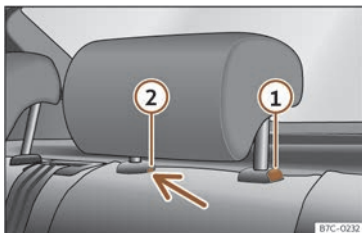

Fig. 73 Reposacaps del darrere: desmuntatge.
- Premeu la tecla >>> **fig. 73 ①** i, prement alhora per l'orifici del fiador **②** amb un tornavís pla de màxim 5 mm d'amplada, traieu el reposacaps.